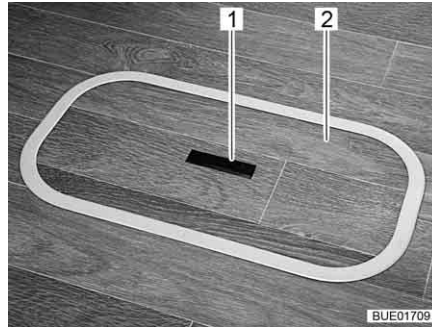
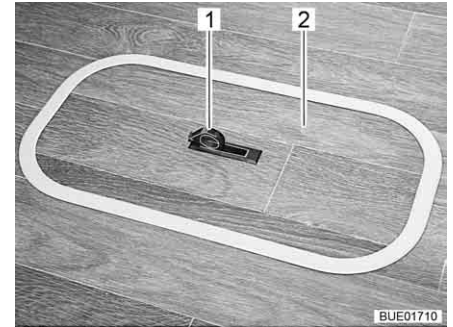

Fig. 54 Couvercle compartiment dans le plancher (poignée encastree)
Fig. 55 Couvercle compartiment dans le plancher (poignée pivotee vers l'exterieur)
- Pousser la plaque de la poignée (Fig. 54,1) vers le bas d'un cote. La poignée (Fig. 55,1) pivote vers le haut.
- Tirer le couvercle (Fig. 54,2 et Fig. 55,2) vers le haut pour le retirer.